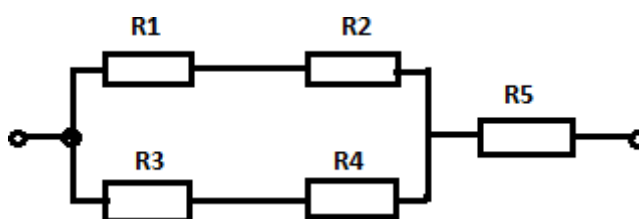

Рис.1
3. Решите задачу: Вычислите эквивалентное сопротивление электрической цепи, приведенной на рис.1, если  $R_1=2\text{Ом}$ ,  $R_2=3\text{Ом}$ ,  $R_3=5\text{Ом}$ ,  $R_4=R_5=10\text{Ом}$ .